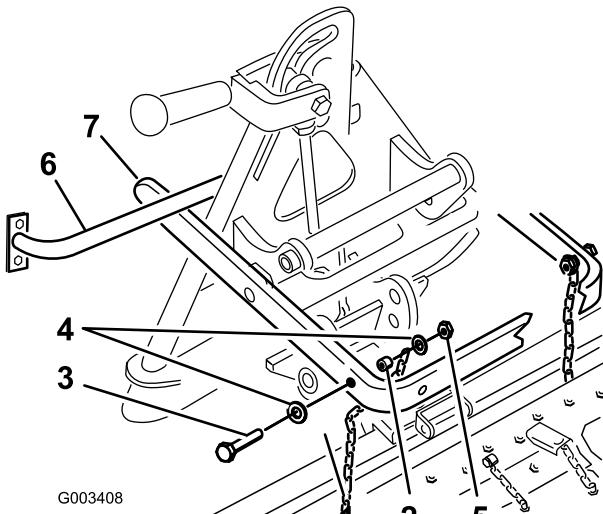

Figura 6
Importante: Il braccio lungo del gruppo del braccio di sollevamento deve essere sotto il gruppo del telaio posteriore del trattore (Figura 6).
5. Fissare la connessione superiore di ogni catena all'interno del braccio di sollevamento utilizzando un bullone (3/8 x 2-1/2 poll.), 2 rondelle (3/8 x 7/8 poll.), un distanziale e un dado di bloccaggio (3/8 pollice) (Figura 6).